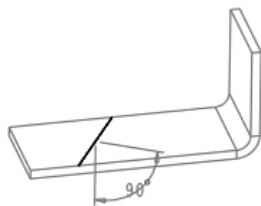

图 11.3.5 将折弯反向
Step11. 在 **DEF BEND ANGLE** 菜单中选取折弯角度值为 90.0, 再选中该菜单中的 **Flip (反向)** 复选框, 将折弯的创建方向反向 (图 11.3.5), 然后选择 **Done (完成)** 命令。